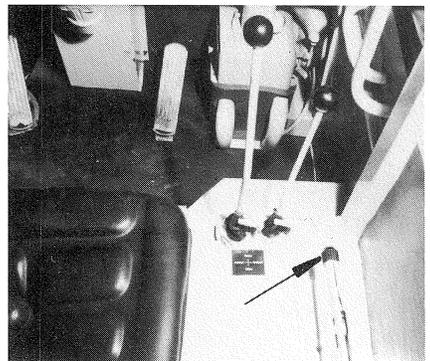

Bild 56
Die Einstellung der Feststellbremse wird am Drehgriff des Handhebels (Bild 56/Pfeil) vorgenommen.
- Handhebel in seine entlastete Stellung bringen (Bild 56),